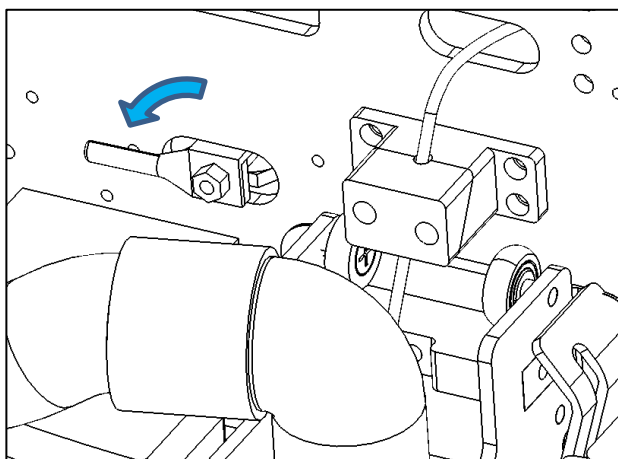

Fig. 3
4. Sluit de leidingen weer aan op het nieuwe waterfilter alvorens de kraan te openen (Fig. 3).